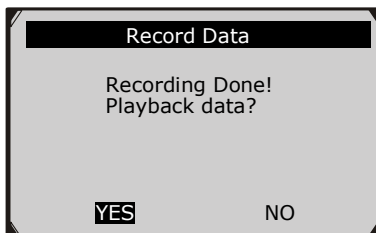

Figura 5.27
- 8) La herramienta de análisis sigue grabando datos PID hasta que el usuario presiona el botón **ESC**, la ubicación de memoria seleccionada se llena, o de que se complete la grabación. Un mensaje que le pide a los datos de reproducción muestra en la pantalla. (Figura 5.27)